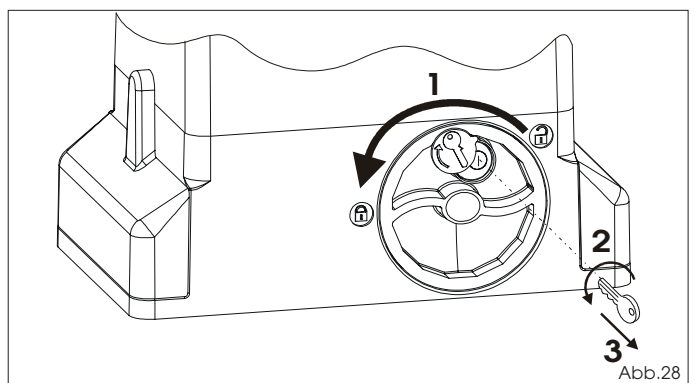

Abb.28
- 1) Das Entriegelungssystem im Uhrzeigersinn bis zum Anschlag drehen, Abb. 28 Bez. 1.
- 2) Den Schlüssel im Gegenuhrzeigersinn drehen und vom Schloß abnehmen, Abb. 28 Bez. 2 und 3.